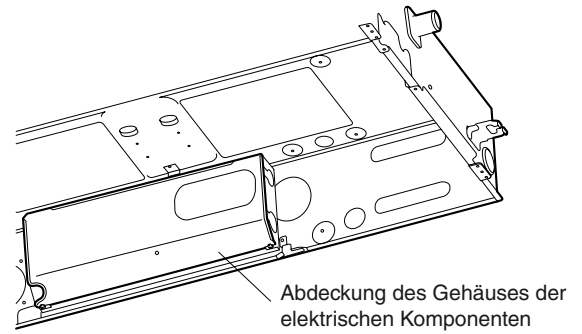

Abb. 9-9
- (1) Die Abdeckung vom Gehäuse der elektrischen Komponenten abnehmen. (Abb. 9-9)